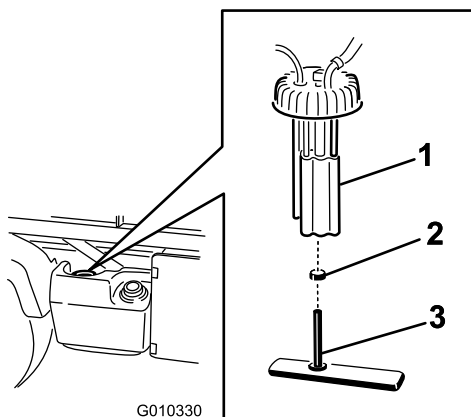

Figura 39
2. Estraete il connettore di cablaggio fili dalla pompa del carburante (Figura 39)
3. Allentate la fascetta stringitubo e scollegate i tubi del carburante dal tappo della pompa del carburante (Figura 39).
4. Togliete il tappo della pompa del carburante dal serbatoio del carburante (Figura 39).
5. Rimuovete il gruppo pompa e filtro del carburante dal serbatoio (Figura 39).
7. Rimuovete il tubo dai raccordi (Figura 39).